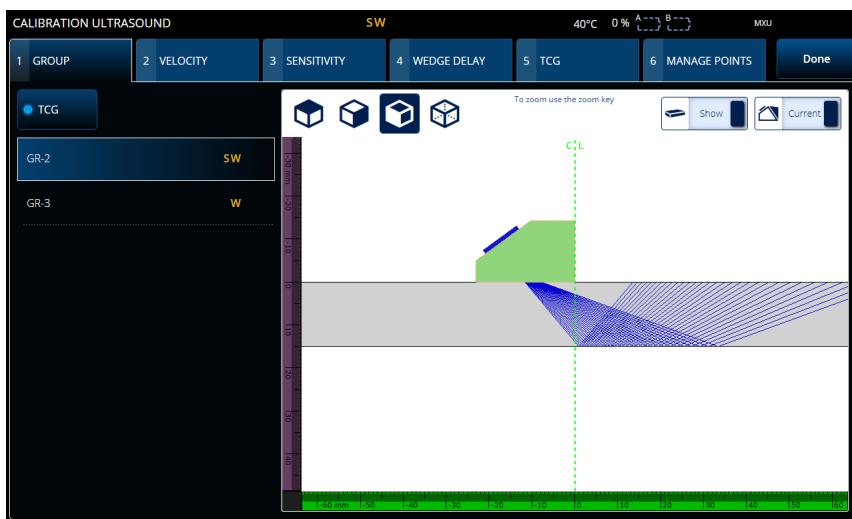

Figura 4-1 Calibration > Group (calibração > grupo)
1. Selecione  >  **Plan & Calibrate > Calibration Tools** (planejamento e calibração > ferramentas de calibração) para acessar o assistente do **PA/UT/TFM Calibration** (calibração de ultrassom convencional/método de foco total) (Figura 4-1 na página 176). Consulte “Calibração de TOFD” na página 195 para saber como realizar uma calibração de TOFD. Como o assistente do plano de rastreamento, o fluxo de trabalho do assistente de calibração é separado em várias abas ou seções (para diferentes tipos de calibração).
2. Na aba **Group** (grupo) (Figura 4-1 na página 176), selecione o grupo que você deseja calibrar. Para um grupo UT, escolha também o método de dimensionamento para calibrar: **TCG**, **DAC** ou **DGS**.